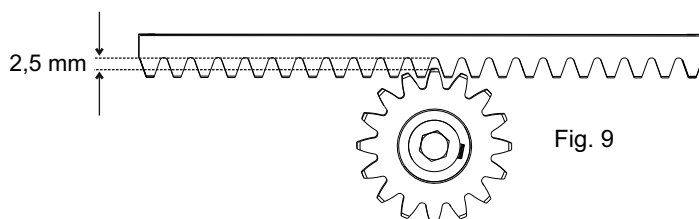

Fig. 9
**5.6.** toda la cremallera va levantada de 2,5 mm para evitar que el peso de la cancela llegue hasta el piñon, Fig. 9;